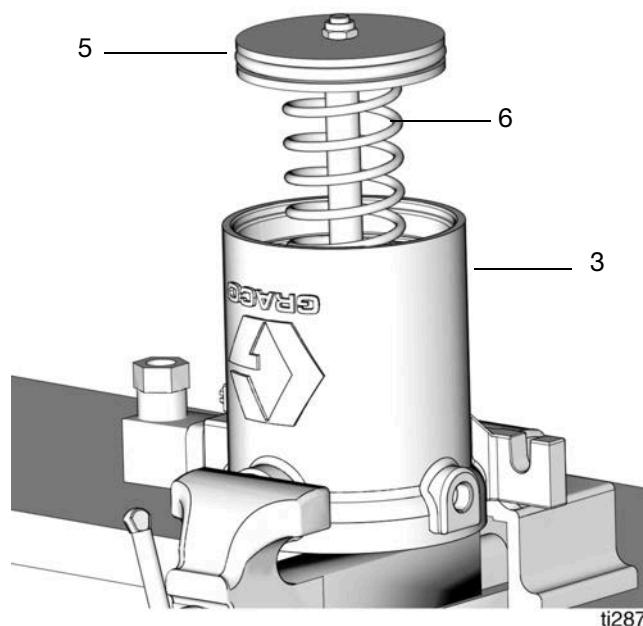

FIG. 33
- Coloque el muelle (6) sobre el eje del pistón (34) y monte el muelle y el eje del pistón en el cilindro de aire (3) (Fig. 33).